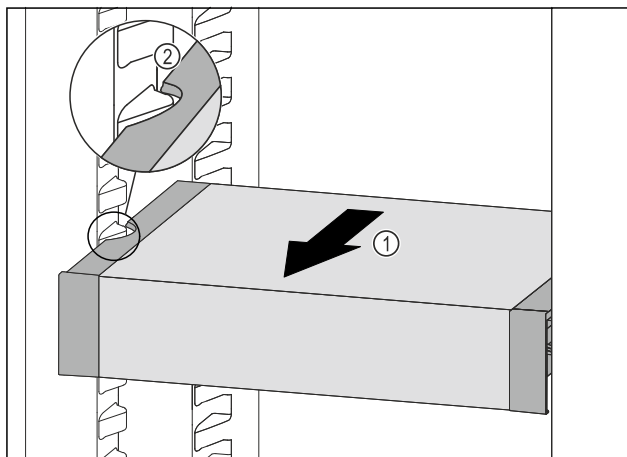

Fig. 123
- ▶ Вытягивайте VarioSafe вперед Fig. 123 (1), пока боковые выемки VarioSafe не окажутся на высоте выступа резервуара в холодильном отделении. Fig. 123 (2)